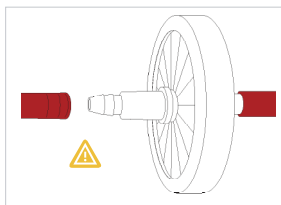

Abbildung 22
- Schließen Sie den roten Schlauch an beide Seiten des Bakterienfilters an. (**Abb. 22**)